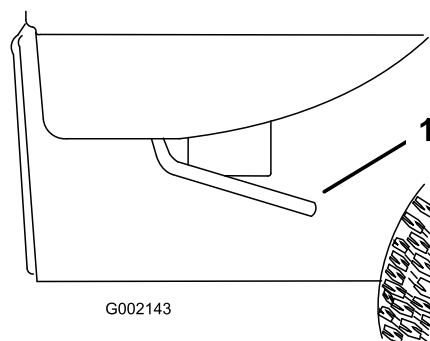

Figure 23
1. Levez le levier de chaque côté du plateau et relevez le plateau (Figure 23).